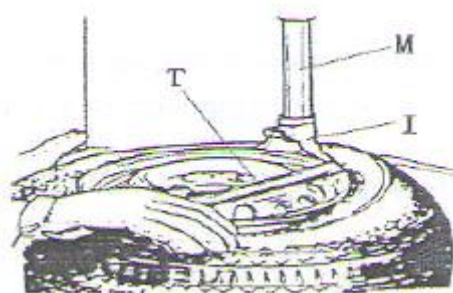

Рис.6
Опустить вертикальную направляющую (М), чтобы монтажная головка (I) оказалась над ободом колеса. Зафиксировать вертикальную направляющую и горизонтальный рычаг в этом положении нажатием на кнопку пневматической блокировки (К). Монтажная головка автоматически поднимается над закраиной обода на 2-3 мм. Вставить монтажную лопатку (Т) между бортом шины и передней частью монтажной головки (I), подцепить борт шины на монтажную головку, как показано на рис. 6.
Удерживая монтажную лопатку (Т), как показано на рис.6, повернуть стол по часовой стрелке нажатием на педаль (Z). Закончить операцию после полного отделения борта шины. Повторить эту операцию для другой части покрышки. Снять шину с диска колеса. Нажать педаль (Н), чтобы откинуть колонну назад и снять колесо со станка.